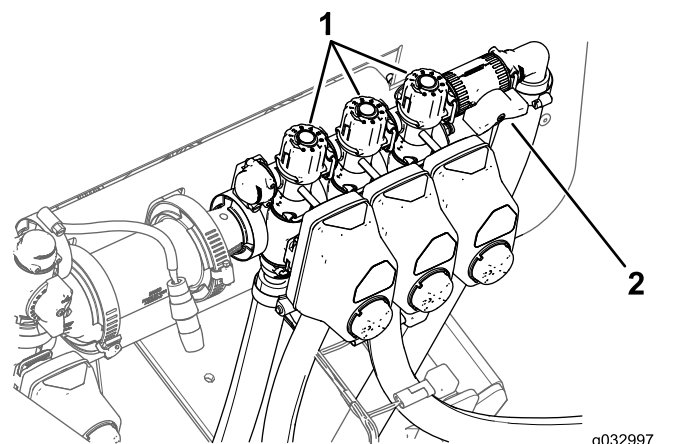

Figura 46
9. Desactive el brazo izquierdo y ajuste el pomo de desvío de los brazos (Figura 46) hasta que la presión esté en el nivel anterior.
11. Ajuste el pomo de desvío del brazo derecho (Figura 46) hasta que la presión esté en el nivel anterior.
13. Ajuste el pomo de desvío del brazo central (Figura 46) hasta que la presión esté en el nivel anterior.